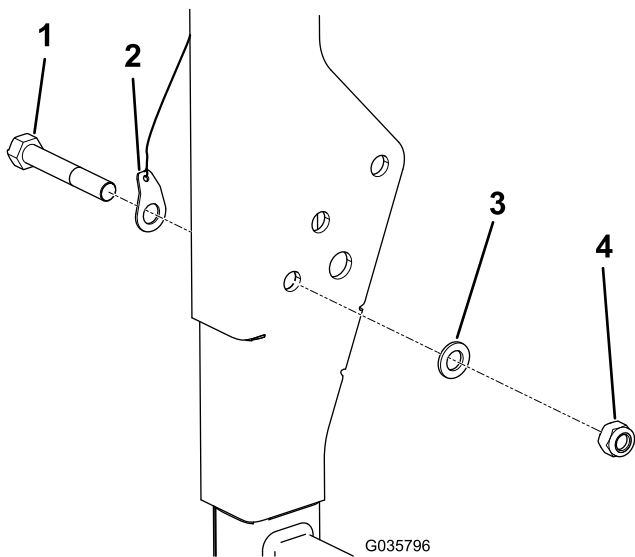

Figure 1
2. Du même côté du système ROPS que celui sur lequel vous prévoyez de monter le kit, retirez l'écrou, le boulon et la rondelle, et mettez au rebut l'écrou et le boulon ; voir Figure 1.